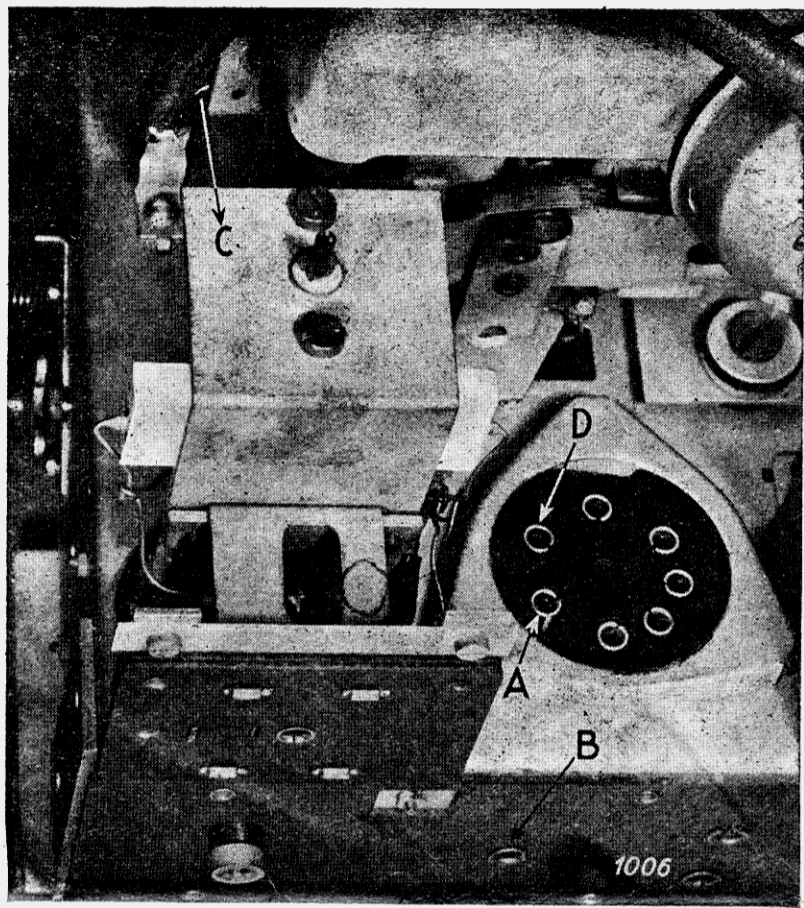
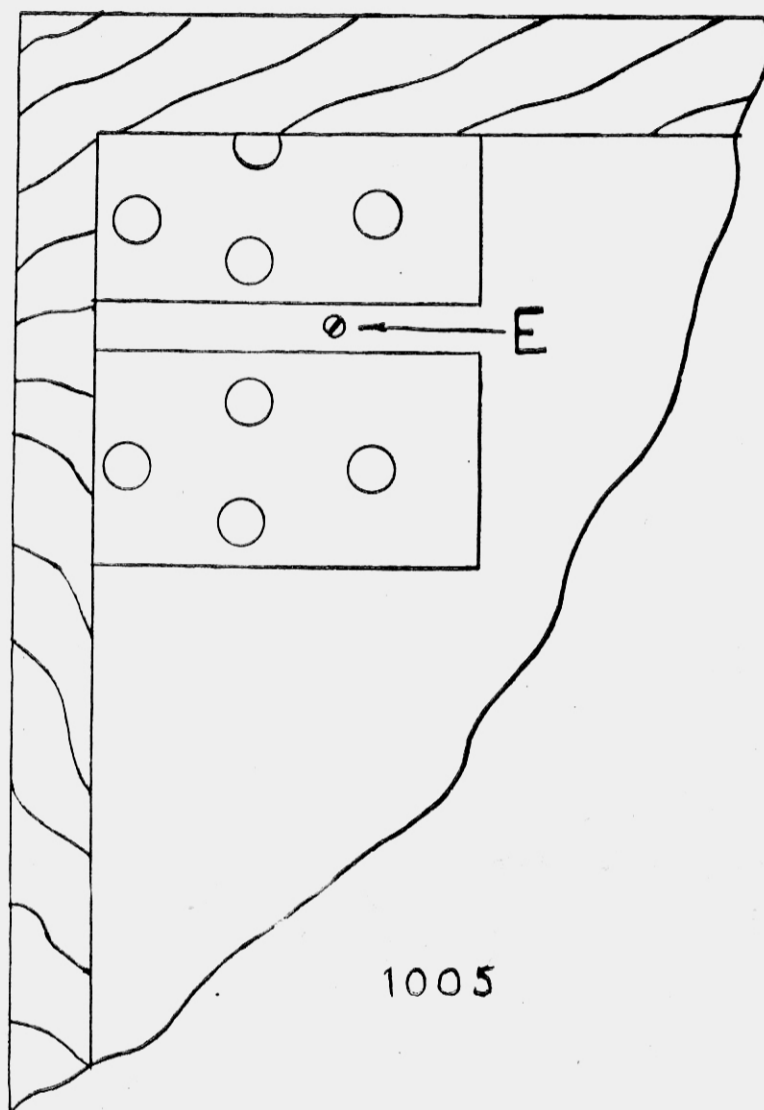

Fig. 2.
Fig. 1. Onderzijde chassis.
2. Soldeer draden van 0.5 mm met isolatiekous aan de volgende punten (zie fig. 1 en fig. 2):